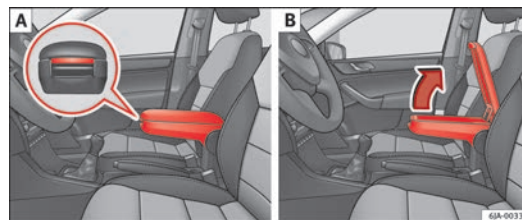

Fig. 71 Apoyabrazos / Abrir y cerrar el portaobjetos
- Pulse la tecla situada en la parte delantera del apoyabrazos ⇒ fig. 71 - A.
- Levante la tapa del guardaobjetos hacia arriba ⇒ fig. 71 - B.